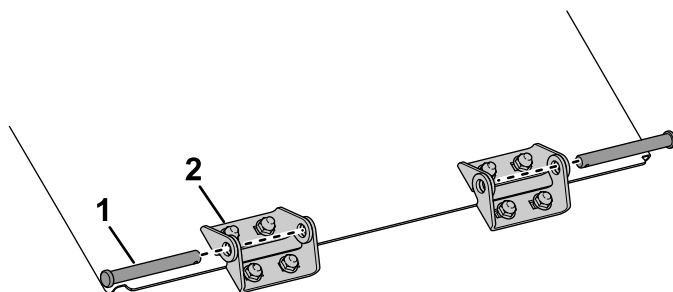
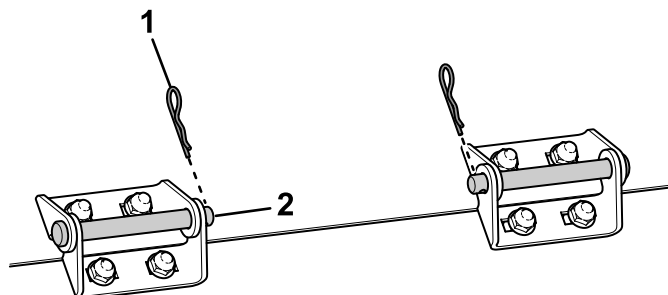

Figura 8
Figura 9
- Instale la puerta de la tolva en la máquina conectando los dos lados de la bisagra con el pasador de la bisagra, como se muestra en la Figura 8 y la Figura 9.